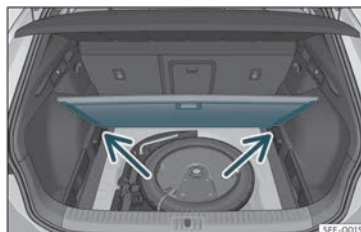

Fig. 114 Piso variável da bagageira: posição inclinada.
- Apoie o piso sobre os alojamentos previstos para o efeito»» **Fig. 114** (setas).